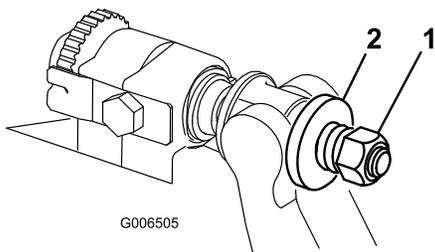

図 33
5. スプリングがつぶれるまでテンションナットを締め、そこから半回転戻す 図 33。